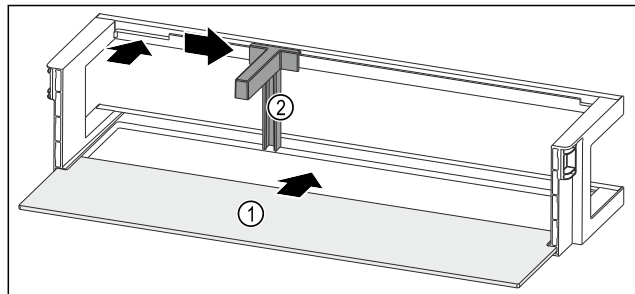

Fig. 96 Türabsteller mit Abstellfläche
- ▶ Abstellfläche Fig. 96 (1) in die seitlichen Einsparungen einschieben.
- ▶ Flaschenhalter Fig. 96 (2) in die Aussparung einsetzen.
- ▶ Flaschenhalter Fig. 96 (2) in gewünschte Position zur Seite schieben.